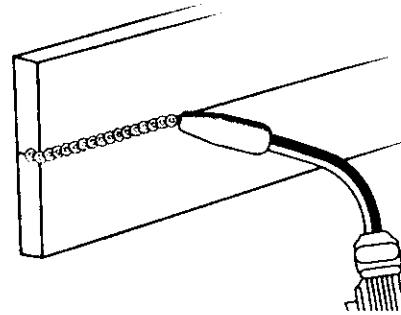

Figura 13. Soldadura horizontal
2. POSICIÓN HORIZONTAL (Figura 13) es la siguiente en grado de dificultad. Se hace igual que la soldadura plana excepto que el ángulo B (ver POSICIÓN DE LA PISTOLA SOBRE LA PIEZA DE TRABAJO en la página 14) es tal que el alambre, y por lo tanto la fuerza del arco, se dirige más hacia el metal encima de la junta. Esto ayuda a que el charco de soldadura no escorra hacia abajo y se desplace con suficiente lentitud para lograr buena penetración. Un buen punto de partida para el ángulo B puede ser de unos 30 grados ABAJO de la perpendicular con la pieza de trabajo.